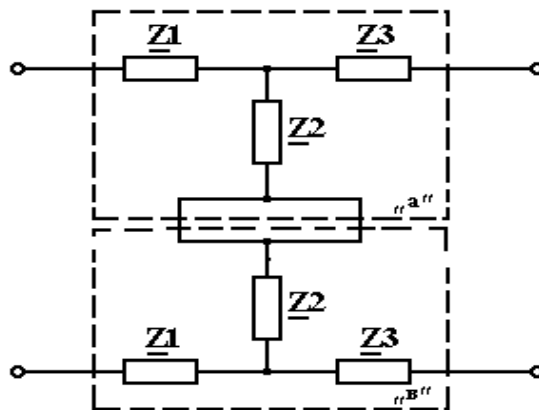

Рис. 5.12
5.1. Схема составного четырехполюсника (соединение последовательное с учетом выполнения регулярности соединений) (рис.5.12).